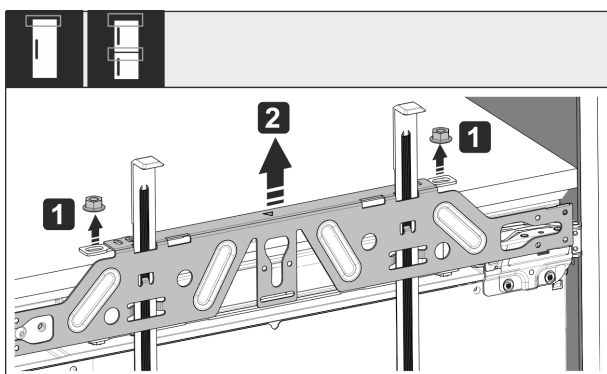

Fig. 51
- ▶ Otpustite protumatice Fig. 51 (1).
- ▶ Skinite Fig. 51 (2) pričvrсну poprečnu letvicu.